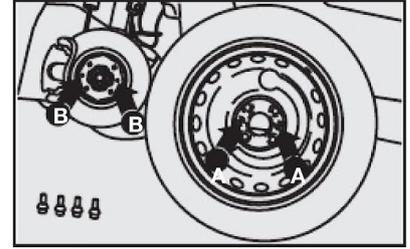

fig. 8
- Montar a roda sobressalente, encaixando os furos A-fig. 8 com os respectivos pinos B-fig. 8.